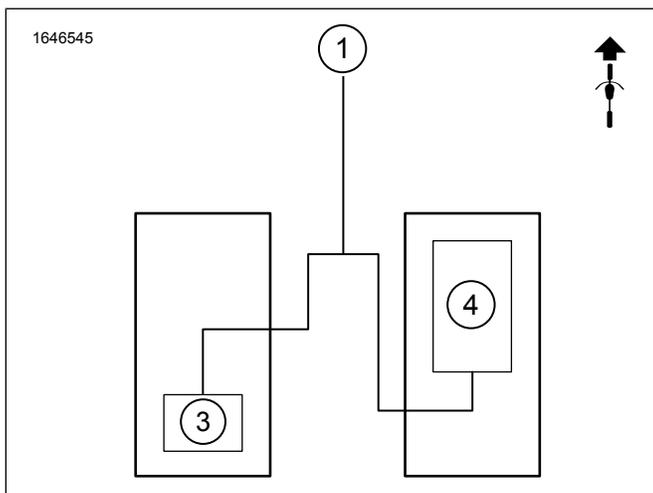
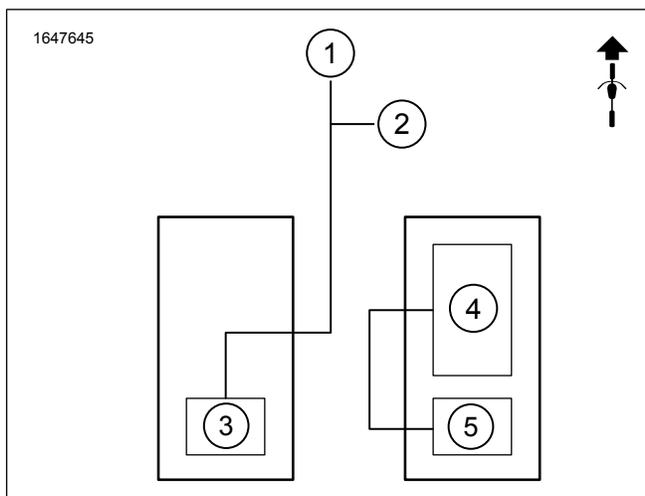
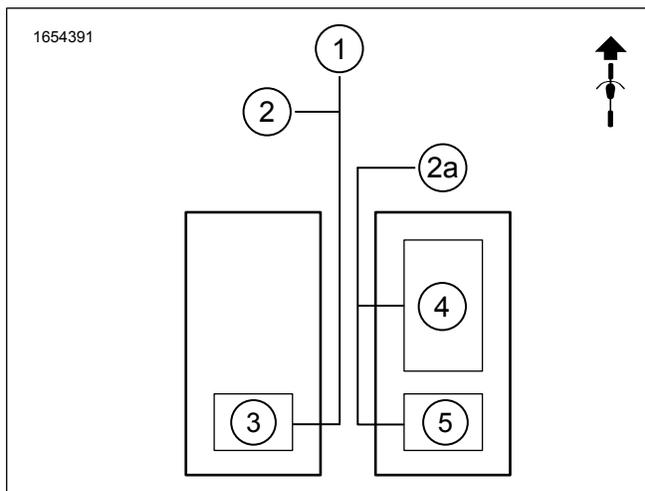
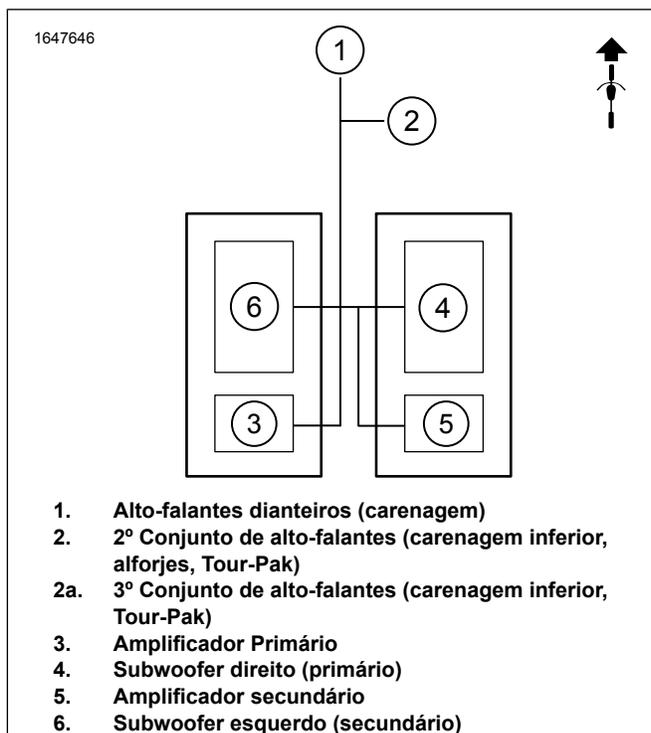

Figura 3. Subwoofer único, um amplificador, dois alto-falantes
Figura 4. Subwoofer único, amplificadores duplos, quatro alto-falantes
Figura 5. Subwoofers únicos, amplificadores duplos, seis alto-falantes
Figura 7. Subwoofers duplos, amplificadores duplos, quatro alto-falantes
Veja Figura 3 , Figura 4 , Figura 7 e Figura 5 . Os sistemas de subwoofer requerem dois canais do amplificador (os amplificadores são de quatro canais). Portanto, a instalação dos kits de subwoofer, tanto primário quanto secundário, só pode funcionar com sistemas de dois ou quatro alto-falantes. Os sistemas de seis alto-falantes só funcionarão com o kit de subwoofer primário.
- a. Veja a figura 3. Para um único subwoofer, a configuração é de um amplificador e dois alto-falantes. A fiação do conector do chicote de fios precisará ser refeita. Consulte Refaça a fiação do chicote de fios 69203031.. Caso a fiação do conector não seja refeita, não haverá áudio. **OBSERVAÇÃO:** se os alto-falantes do alforje forem adicionados após a instalação do subwoofer, será preciso usar a configuração original do chicote de fios 69203031. Fios nas cavidades um e quatro.
- b. Conector [351A] do chicote de fios do amplificador primário (saída de áudio). Veja a figura 3. **Equipado com subwoofer único, um amplificador, dois alto-falantes.**
- c. Conectores [352A\_1] ou [352A\_2] (saída de áudio) do chicote de fios do amplificador secundário. Veja a figura 4. **Equipado com subwoofer único, amplificadores duplos, quatro ou seis alto-falantes.**